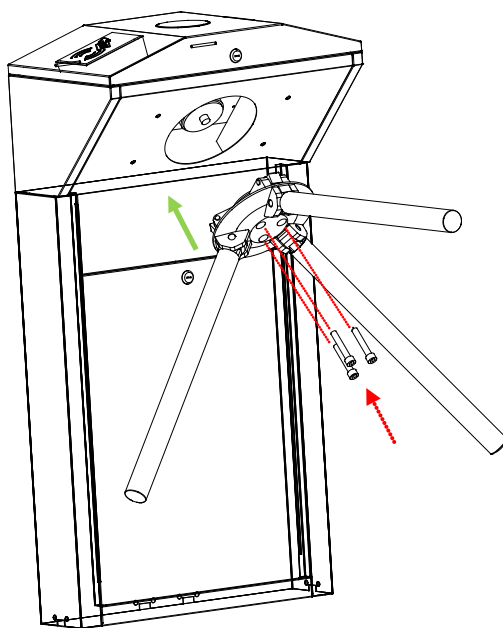

图 2-2
- ① 将三辊闸转轴放在机芯位置。
- ② 固定 3 个 M10\*60mm 螺丝锁死，如图 2-2 所示。